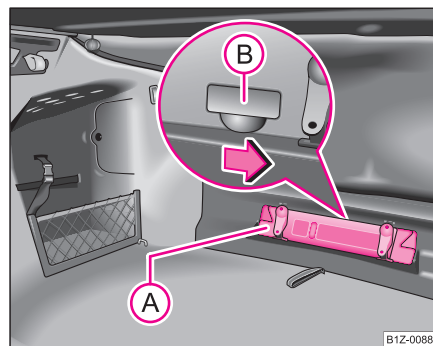

Fig. 31 Desbloqueo de emergencia de la tapa de maletero
- Sacar el triángulo de advertencia* (A) ⇒ fig. 31.
- Empujar la palanca de mando en el sentido de la flecha, a fin de desbloquear la tapa del maletero. La palanca de mando se encuentra debajo del paramento (B).